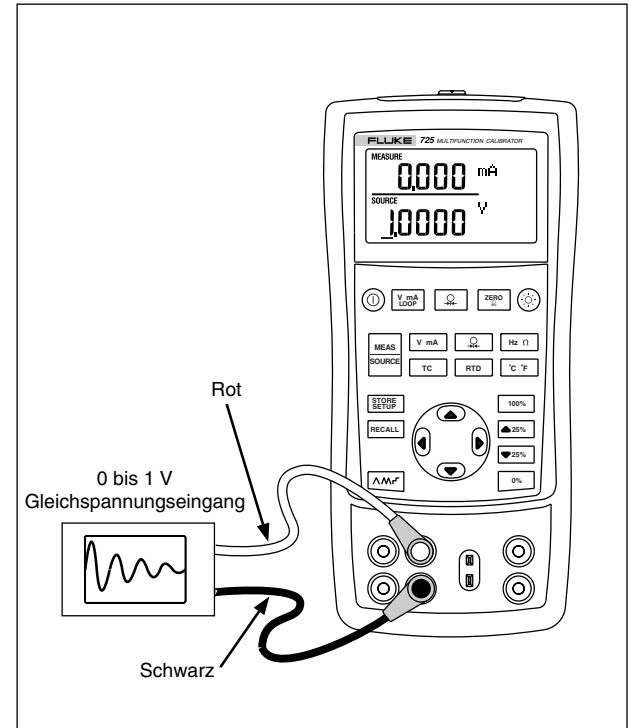

Abbildung 22. Kalibrieren eines Kurvendigrammschreibers
1. Die Testleiter gemäß Abbildung 22 an das zu testende Instrument anschließen.